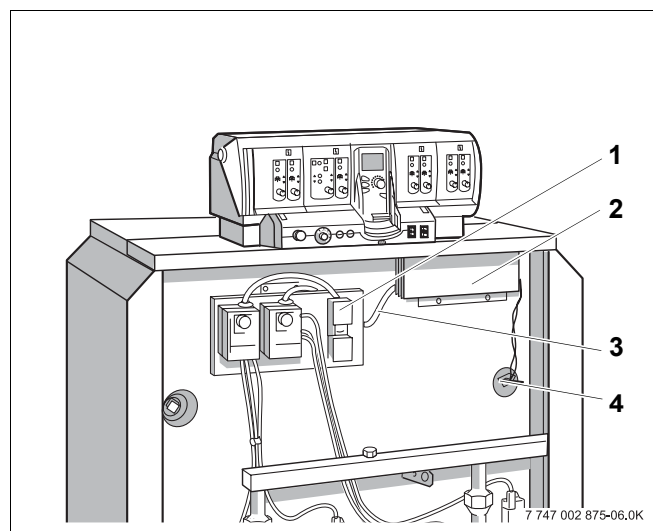

Рис. 16 Кабельная разводка на передней стороне котла
- Снимите крышку с кабельной ниши (рис. 16, **поз. 2**).
- Проведите капиллярные трубки и провода температурных датчиков под передней крышкой котла к месту замера (рис. 16, **поз. 4**). При этом размотайте их только на необходимую длину.
- Проведите провод горелки (рис. 16, **поз. 3**) через кабельную нишу и под передней крышкой котла назад к подключению системы управления.
- Для двухступенчатой горелки удалите штекер с переключкой и вставьте вместо него штекер провода второй ступени горелки (рис. 16, **поз. 1**).